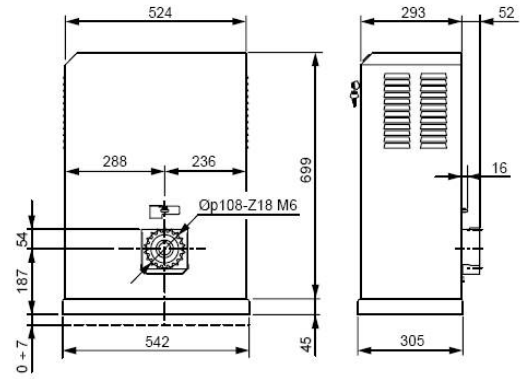

рис.2
- Выньте разблокировочный ключ «С» (рис.2), расположенный на корпусе, и вставьте его в разблокировочный винт «V» (рис.2)
- Поверните ключ «С» рис.2 против часовой стрелки до полного выкручивания системы крепления зубчатого колеса.
- Вставить разблокировочный ключ «С» рис.2 в разблокировочный винт «V» рис.2 и повернуть по часовой стрелке до полного закрытия.
Размеры.....см. рис.2